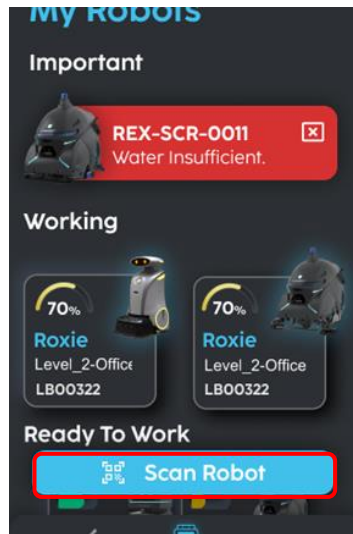

Fig. 1
1. Cliquez sur « Scan Robot (Scanner le robot) » sur la page « My Robots (Mes robots) » (Fig. 1).